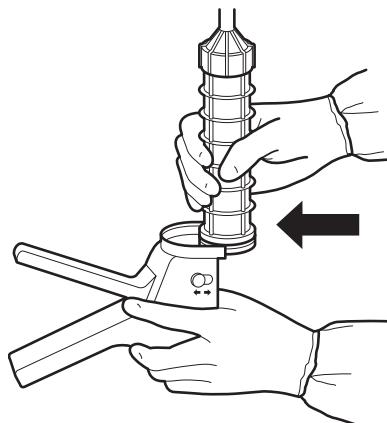

図3
- 注入ノズルをつけた充填済みカートリッジをカートリッジインターフェースに配置します(図3)。セメントガンを垂直に持ててトリガーを引き、チップに達するまで骨セメントを注入ノズルに充填します。これで骨セメントの注入にセメントガンを使用する準備が完了します。